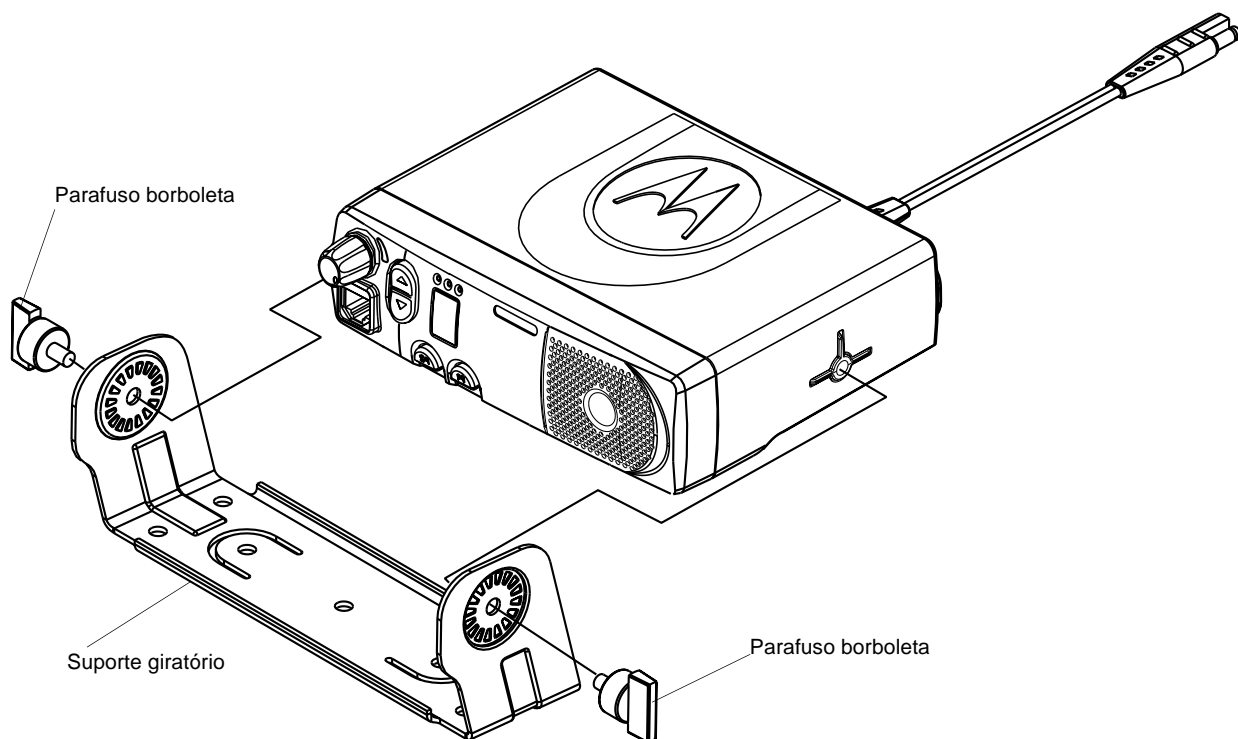

Figura 3-2. Rádio instalado sobre o suporte giratório
5. Instale o rádio na peça de montagem do suporte giratório usando para isto os dois parafusos borboleta (Figura 3-2).